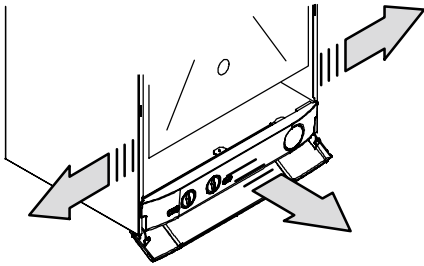

Figura 5.20
- Estrarre frontalmente il pannello comandi per accedere alla morsettiera di alimentazione Figura 5.20.